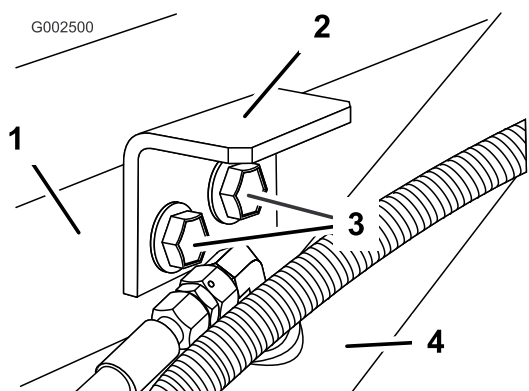

Рисунок 8
- Установите прижимные кронштейны с помощью ранее снятых 2 болтов и фланцевых гаек (Рисунок 8).